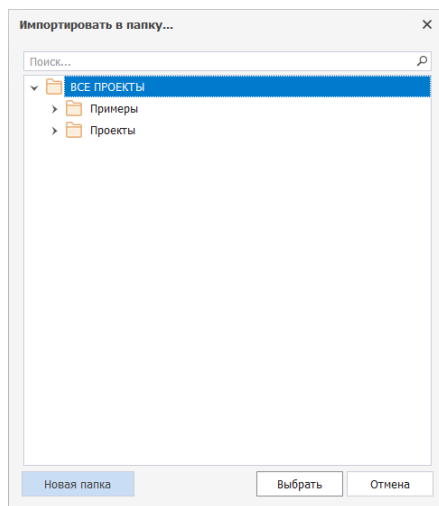

Рис. 65 Выбор места расположения импортируемого проекта платы
- Если на предыдущем этапе импорт был вызван из главного меню → выберите папку для сохранения импортируемого проекта платы, либо создайте ее, см. Рис. 65.